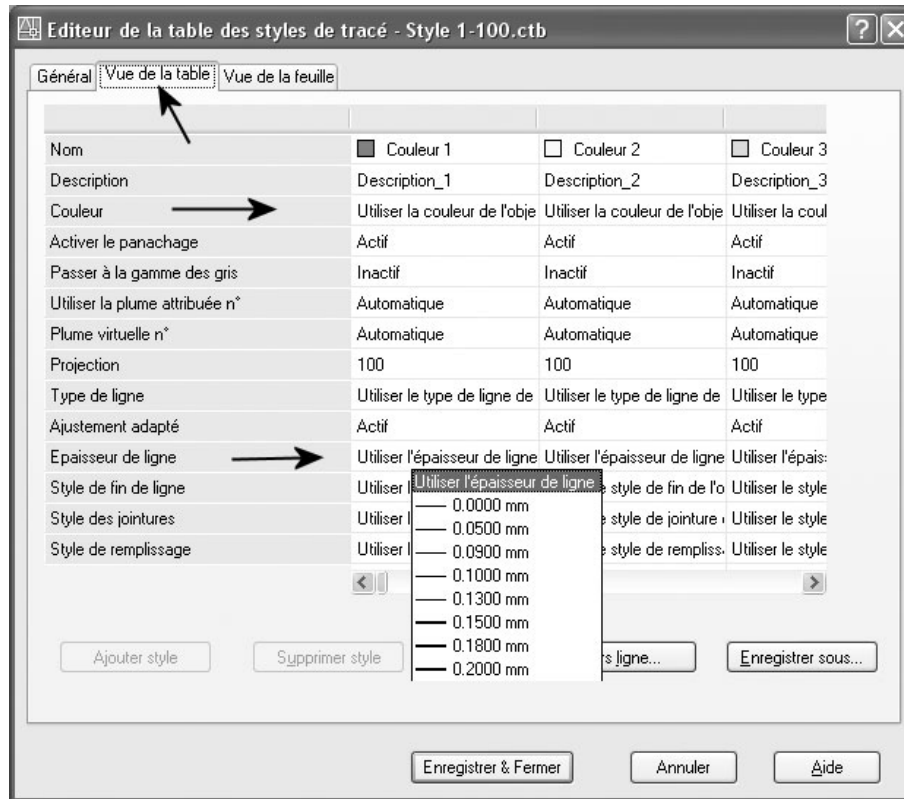

Fig.23.4
- [7] Pour modifier la table par défaut, cliquer sur **Editeur de la table des styles de tracé** (Plot Style Table Editor) (fig.23.4). Les principaux paramètres à modifier sont : **Couleur** (Color), pour imprimer tous les traits en N/B par exemple, et **Épaisseur de ligne** (Lineweight) pour donner une épaisseur de trait à chaque définition de couleur. Pour assigner une même valeur à l'ensemble des styles, il suffit d'effectuer un clic droit sur le paramètre puis de sélectionner l'option **Appliquer à tous les styles** (Apply to all styles) dans le menu contextuel.